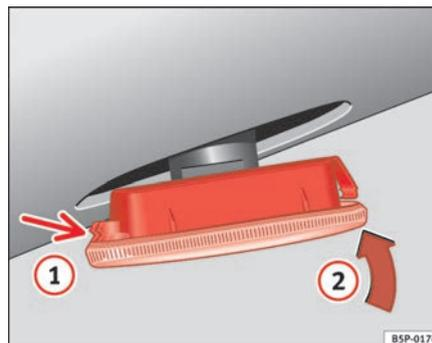

Fig. 218 Clignotant latéral
- Posez d'abord le clignotant dans le trou de la carrosserie, en emboîtant les languettes ⇒ fig. 218, flèche ①.
- Emboîtez la lampe comme indiqué sur la flèche ② ⇒ fig. 218. ■